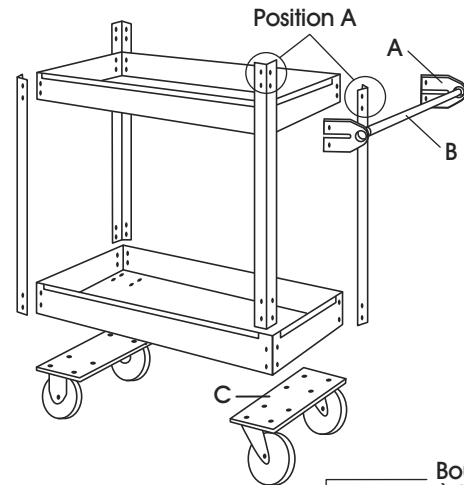
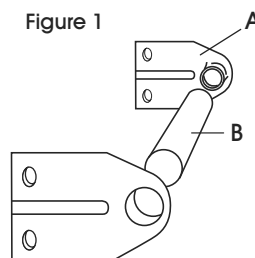

Figure 1
Figure 2
3. Boulonnez un support de poignée (A) à l'extérieur du montant en position A, insérez les boulons à travers le support, le montant et la tablette supérieure. Utilisez deux boulons cruciformes et des écrous freinés de 10 mm.
4. Insérez la poignée (B) sur la section surelevée du support de poignée (A). (Voir Figure 1)
6. Retournez le chariot et alignez les supports de fixation de roulettes (C) avec les trous à boulon de la tablette inférieure.
7. Alignez les trous de roulettes de la plaque supérieure avec les trous de roulettes du support de fixation. Fixez les roulettes en passant 16 boulons à tête hexagonale à travers la tablette inférieure, les supports de fixation des roulettes et les plaques de roulettes. Fixez à l'aide des écrous freinés de 14 mm. (Voir Figure 2)